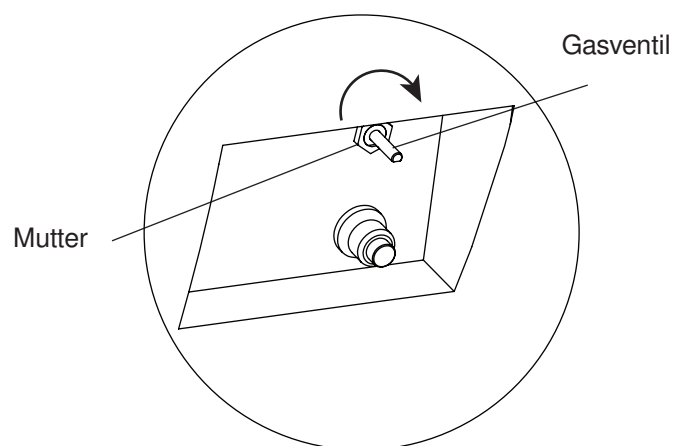

Figure 14
15. Richten Sie das Gasventil durch die Öffnung am Bedienfeld aus und schrauben Sie die Mutter im Uhrzeigersinn fest (siehe Figure 14).